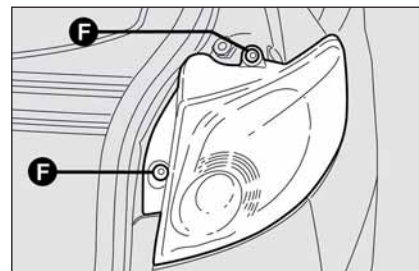

fig. 32
- ☐ afloje los dos tornillos **F**-fig. 32 y saque el grupo;